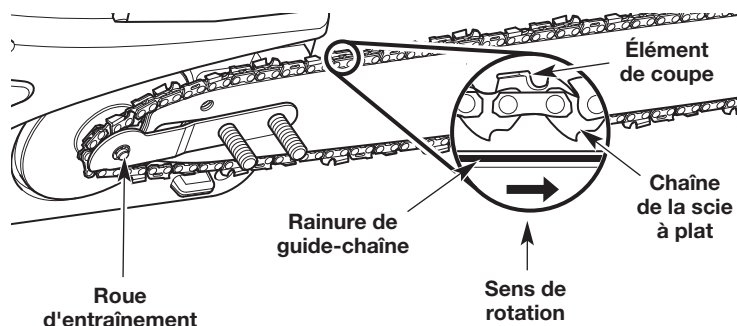

Fig. 29
5. Installer la chaîne de la scie autour du pignon d'entraînement et dans la gorge de la barre de guidage (Fig. 29). Assurez-vous que les méplats de la chaîne se trouvent dans les rainures sur le pignon d'entraînement. Assurez-vous que les couteaux pointent dans le bon sens de rotation (Fig. 29).